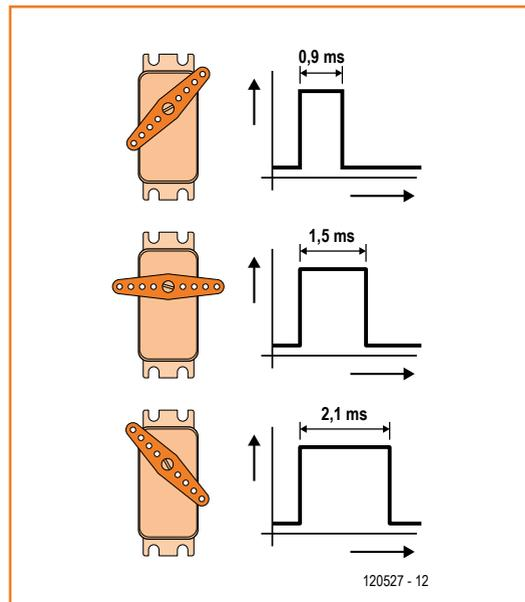
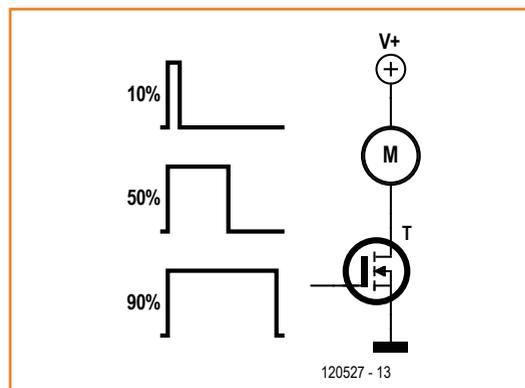

Figure 1. L'aspect du signal de servomoteur.
Figure 2. Configuration typique d'un variateur de moteur à courant continu.
le même poids et une usure moindre, puisqu'ils n'ont pas de collecteur. Le variateur du moteur à courant continu est commandé par des impulsions (à une fréquence d'environ 50 Hz) et alimente le moteur à courant continu par impulsions modulées à une fréquence d'environ 3 kHz. Pour une durée d'impulsion en entrée de 1 ms, le moteur est arrêté, pour 2 ms il tourne à plein régime. Un moteur *brushless* (BL) doit être alimenté en alternatif triphasé, le variateur du moteur CC ne convient pas. Le régime du moteur BL est proportionnel à la fréquence du courant triphasé. La construction du variateur BL est plus compliquée parce qu'il doit produire une fréquence donnée, mais aussi surveiller la rotation du moteur, de façon à accorder la fréquence et le régime. Heureusement, le commerce spécialisé nous propose de nombreux variateurs BL bon marché, si bien que le fer à souder peut (encore) rester froid. Il ne reste plus maintenant qu'un petit problème à résoudre : le variateur pour moteur BL attend à l'entrée un signal de servo (**figure 1**). Il s'agit d'une impulsion de durée comprise entre 0,9 et 2,1 ms, qui se répète toutes les 20 ms. Or le récepteur radio du modèle ne délivre pas de signal « servo » pour le moteur, puisque le variateur est incorporé à la platine. La sortie du récepteur a en principe l'aspect de la **figure 2**. Un MOSFET de puissance est commandé par un signal MLI (modulation de largeur d'impulsion, ou *Pulse Width Modulation*). Il s'agit en général d'un MOSFET à canal N, commandé par un signal référencé à la masse et qui commute le moteur à la masse. Le signal MLI est un rectangle à plusieurs kilohertz. La durée d'impulsion varie de 0 à 100 % (souvent seulement de 20 à 90%) le moteur convertit la commande pulsée en un niveau d'énergie motrice : plus l'impulsion est longue, plus élevé est le régime du moteur. À 100 %, le MOSFET est conducteur en permanence, le moteur tourne à vitesse maximale.